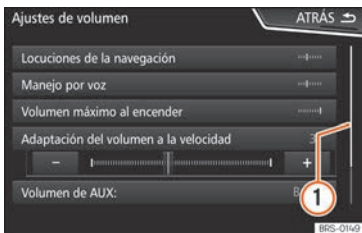

Fig. 178 Entradas de una lista de un menú de ajustes.
La barra de desplazamiento se muestra a la derecha y su tamaño depende de las entradas de la lista » **fig. 178** (1).